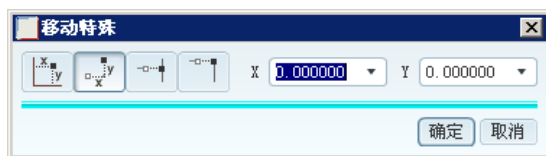

图 5.3.34 “移动特殊”对话框（二）
- 单击  按钮，在图 5.3.34 所示的“移动特殊”对话框（二）中，分别输入注解文本在 X 方向和 Y 方向的偏移量，最后单击 **确定** 按钮。